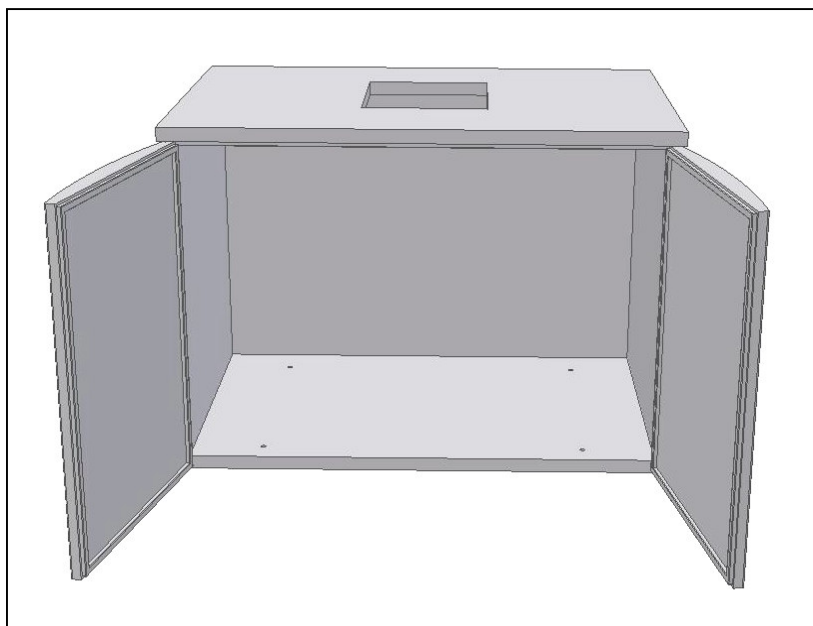

Fig. 9
- Inserire **la porta (destra e sinistra)** nel fondo e nel piano (Fig.9);